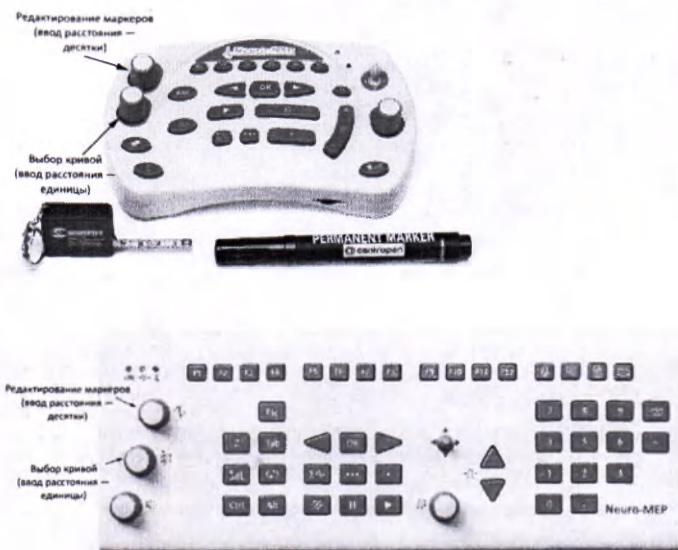
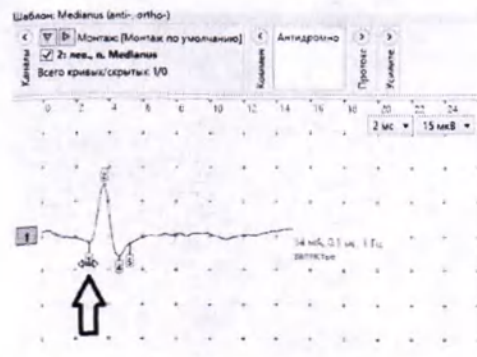

Рис. 28. Основные органы управления функциональной клавиатуры (компактная и расширенная версии клавиатуры)
Рис. 29. Коррекция положения маркера начала ответа
Для ввода расстояния удобно использовать клавишу [F2]. После активации первого места в таблице можно отредактировать указанное расстояние. Для этого используйте цифровые клавиши клавиатуры компьютера или энкодеры функциональной клавиатуры, которые управляют маркерами и проводят выбор кривой. При активации места в таблице ручка управления маркерами меняет десятичные значения, ручка выбора кривых — единичные значения (рис. 28). При наличии расширенной версии клавиатуры расстояния можно вводить с нее с помощью цифровых клавиш.
12. Проведите коррекцию положения маркера начала ответа (рис. 29). Для этого используйте мышь («перетаскивание» левой кнопкой) или клавиатуру (вращение энкодера, переход к следующему маркеру — нажатие энкодера (рис. 28)).